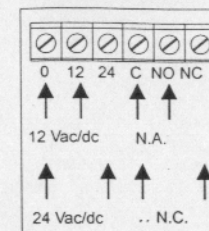
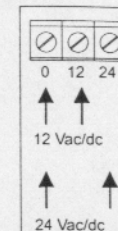

Fig. 9 / Bild. 9
Fig. 10 / Bild. 10
- 6-Wenn die elektrischen Verbindungen (Bild. 9 und 10)
Den Ausgangs-Kontakt (Bild 9) verbinden:
- 7 - Eseguire i collegamenti elettrici ed alimentare ricevitore (Fig. 9) e trasmettitore (Fig. 10);
Collegare il contatto di uscita ai morsetti C ed NO per un contatto normalmente aperto oppure C ed NC per un contatto normalmente chiuso (Fig. 9).